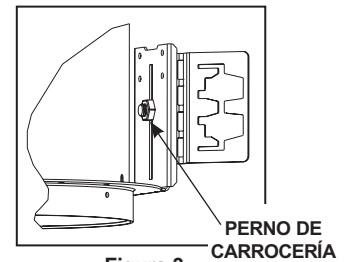

Figura 3
Paso 2. Ajuste los soportes de montaje de mariposa aflojando el perno de carrocería de ajuste de manera que la parte inferior del anillo de yeso quede al ras con la línea de techo acabado. Los soportes de montaje tienen un rango de ajuste vertical total de 3" (Figura 3).